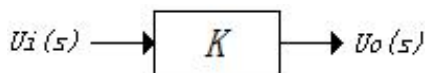
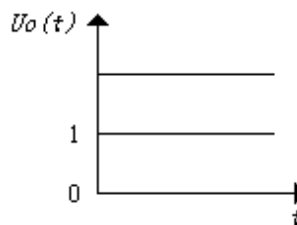
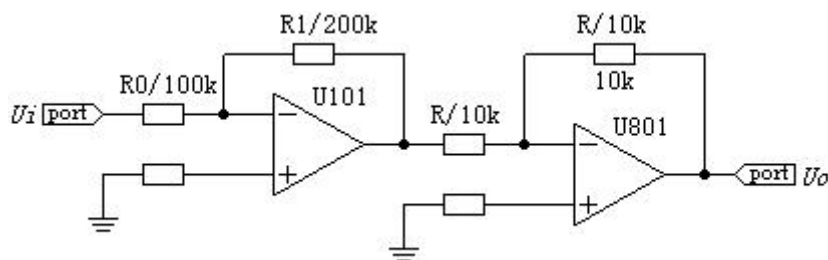

图 1-1
图 1-2
图 1-3
方块图、模拟电路和阶跃响应，分别如图 1-1、图 1-2 和图 1-3 所示，于是 $K = \frac{R_1}{R_0}$ ，
- 1、利用 1#模块和 8A#（或 8B#）模块搭建图 1-3 所需的电路。其中， U_i 输入阶跃信号， U_o 为输出信号。输入信号（ U_i ）连接实验电路板的下方【模拟信号输入】区域的 AI 1 接线柱，输出信号（ U_o ）连接实验电路板的下方【模拟信号输入】区域的 AI 2 接线柱。